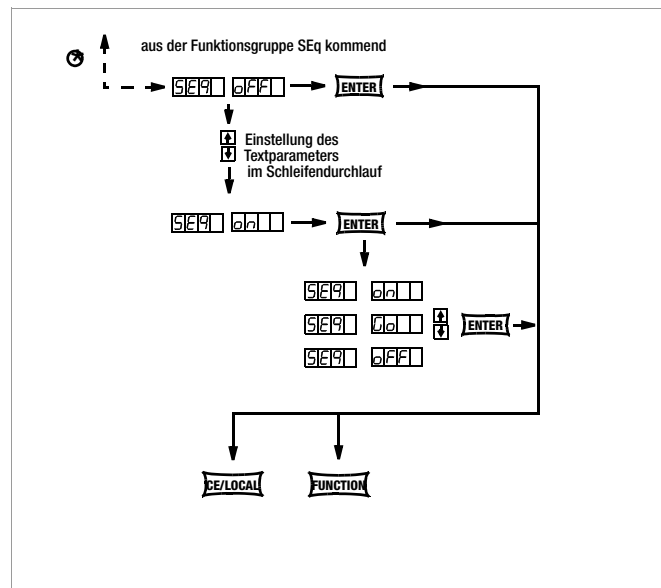

Bild 4.7.3 I SEQUENCE vorbereiten bei Software < REL. 003
Bild 4.7.3 e Weg zur Einstellung von tdEF
Bild 4.7.3 f Weg zur Einstellung der Start-Adresse
Bild 4.7.3 g Weg zur Einstellung der Stopp-Adresse
Bild 4.7.3 h Weg zur Einstellung der Wiederholungen reP
Bild 4.7.3 i Vorbereiten einer SEQUENCE
Bild 4.7.3 j Vorbereiten einer Schrittsteuerung
Bild 4.7.3 k Vorbereiten eines SEQUENCE-Starts
- Für **SSP-KONSTANTER** mit Software-Version < REL. 003 gilt als Vorbereitung zum Einstellen und Start der SEQUENCE die Vorgehensweise aus Bild 4.7.3 II!
Bild 4.7.3 m Festlegen aller notwendigen Werte für eine SEQUENCE